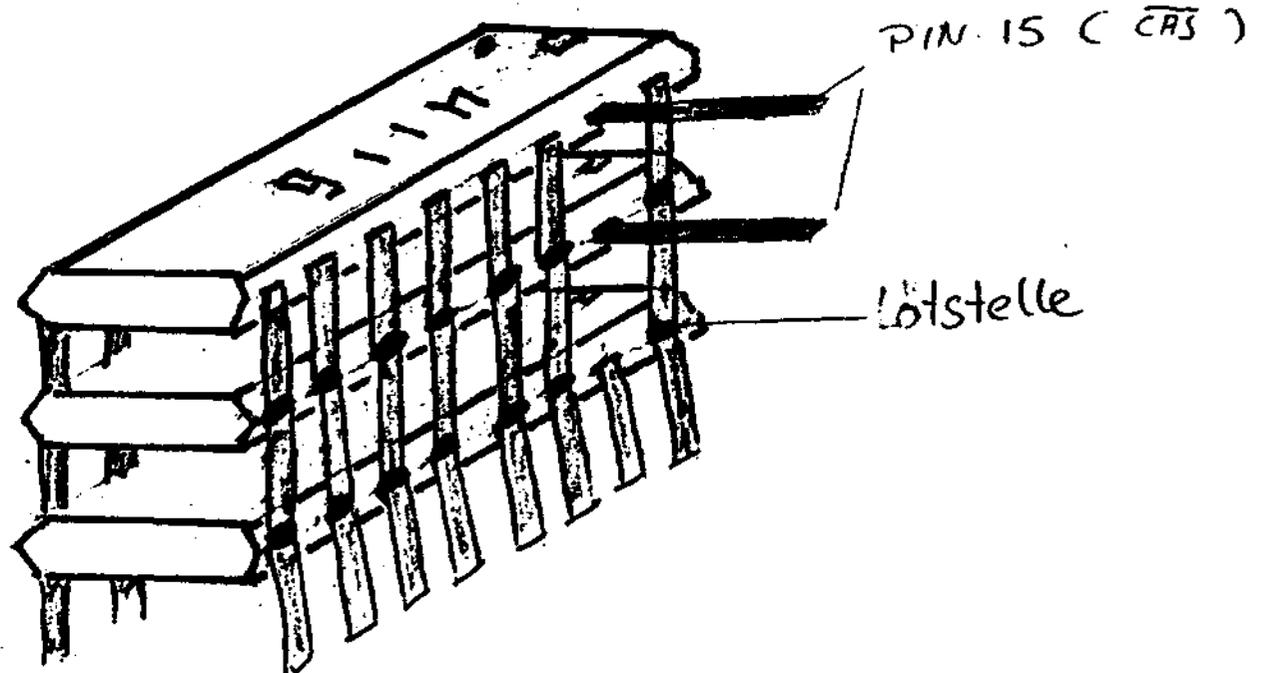

Abb. 1
Angeregt durch die Speichererweiterung für den Atari-400 (1) versuchte der Autor sein Glück beim heimischen Videogenie. Auch hier kommt die verblüffende Huckepack-Methode zum Zug. Auf jedes der acht dynamischen RAM ICs vom Typ 4116 werden noch zwei weitere desselben Typs Pin für Pin aufgelötet. Nur Pin 15 wird nicht verbunden sondern bei den Erweiterungs-ICs waagerecht hochgebogen. Das Ganze sieht dann wie in Abb. 1 aus. Steckt man nun die acht Dreierpackete in die Sockel sind alle ICs bereits mit den notwendigen Daten-, Adress- und Versorgungsleitungen verbunden. Jetzt muß noch dafür gesorgt werden, daß bei Speicherzugriffen auf die Adressen 8000 - BFFF die mittlere 4116-Etage und von C000 - FFFF die oberen ICs ihr $\overline{\text{CAS}}$ -Signal erhalten. Zunächst werden jeweils alle acht $\overline{\text{CAS}}$ -Pins einer Ebene miteinander verbunden. Ein freier 4 aus 2 Decoder (untere Hälfte von Z25 = 74LS139) übernimmt die Adressierung der beiden neuen 16K-Blöcke mit Hilfe der beiden Adressleitungen A14, A15 und $\overline{\text{MREQ}}$.
Abb.1: Eines der acht "Huckepakete". Die Lötstellen sollten an den Pins des untersten ICs möglichst hoch liegen, damit es wieder gut in die Fassung passt. Die obere Lötstelle sollte dagegen etwas tiefer liegen, damit die Tastaturplatine nicht auf die RAM-Pakete drückt. Man beachte, daß es sich um MOS-ICs handelt !